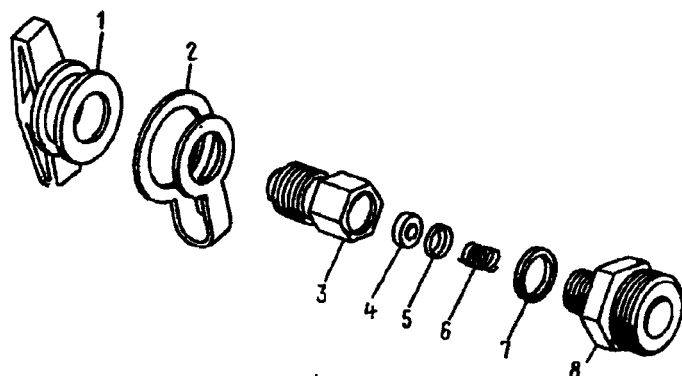

Рис. 329. Кран контрольного вывода:
1. Отверните гайку-барашек 1 (рис. 329) клапана	Слесарный верстак